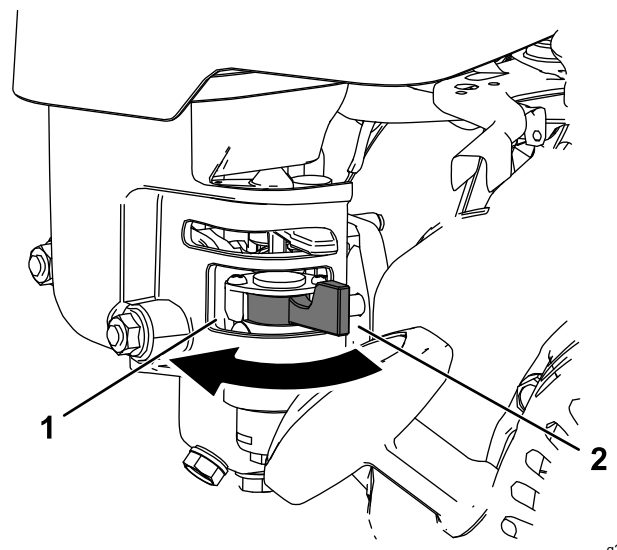

Figura 22
- Pentru a deschide valva de combustibil, deplasai maneta de închidere a combustibilului către maneta demarorului cu recul (Figura 22).
- Pentru a închide valva de combustibil, îndepărtați maneta de închidere a combustibilului de maneta demarorului cu recul (Figura 22).